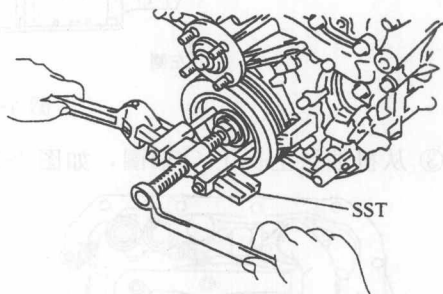
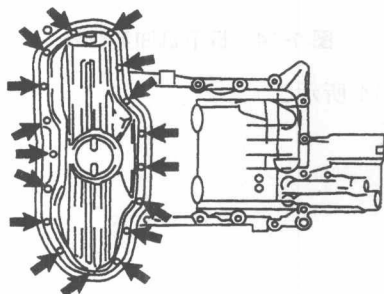

图 1-8 拆下曲轴传动带轮
图 1-9 拆下机油油盘固盘螺栓
- ② 用曲轴传动带轮螺栓和 SST 拆下曲轴传动带轮，如图 1-8 所示。
- (19) 拆下 2 号机油盘。
- ① 拆下 5 个螺栓和 2 个螺母，如图 1-9 所示。